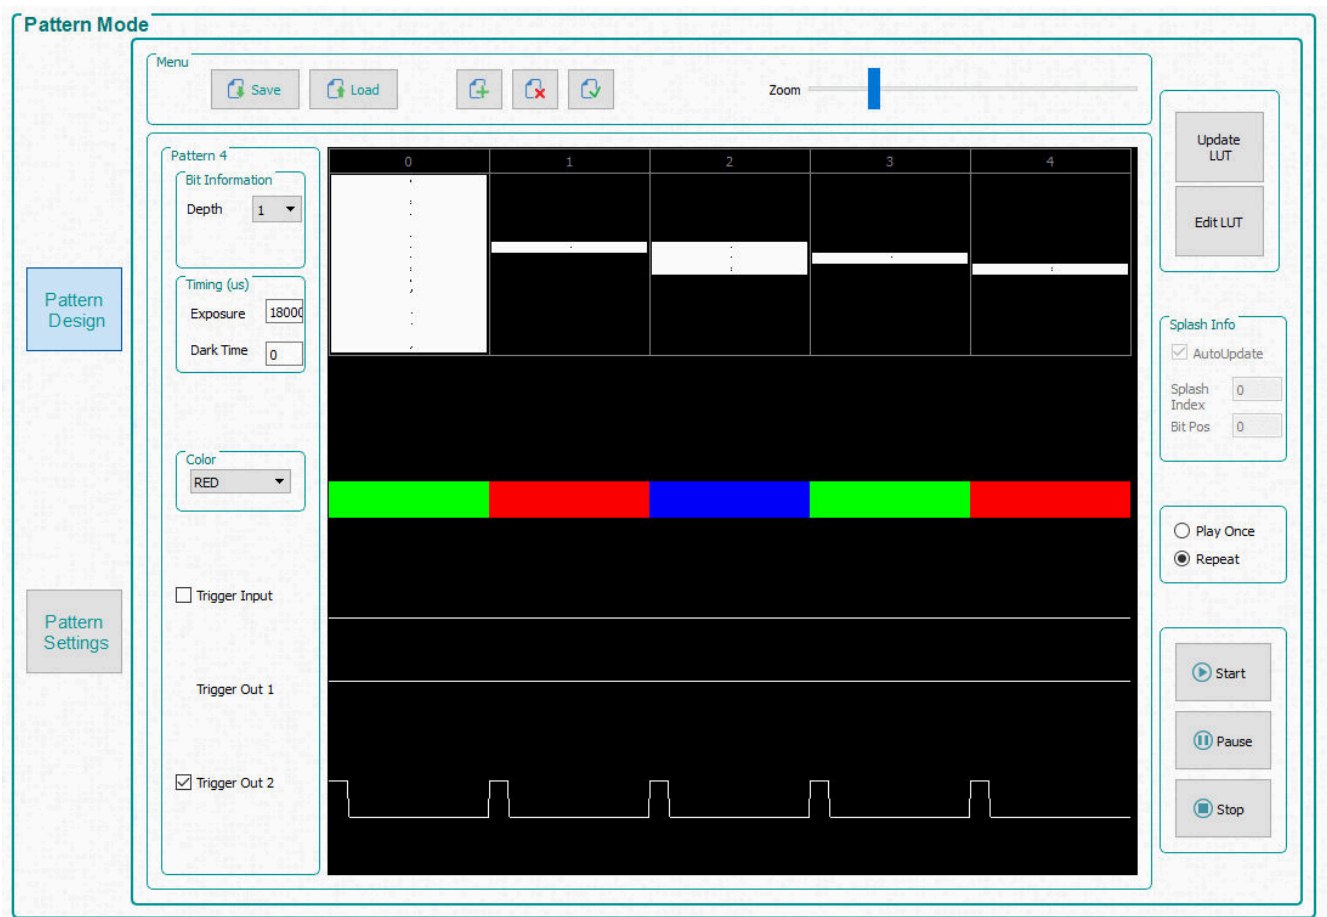

図 3-15. DMD ブロックのパターンのロード・シーケンス
4. パターンのデザインは、図 3-15 のようになります。